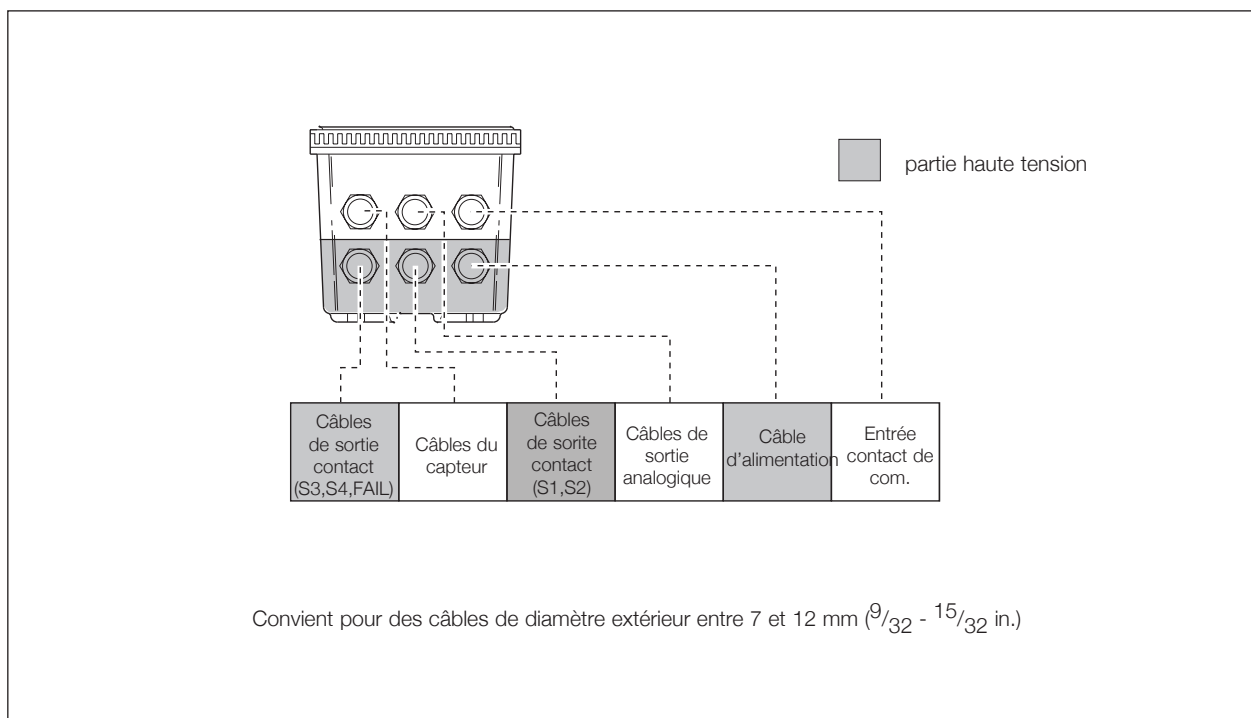

Figure 3-5. Presse-étoupe utilisés pour le câblage
8. Utiliser les trois presse-étoupe en face avant pour la sortie analogique, l'entrée capteur, l'entrée contact et le câblage de communication (voir figure 3-5).